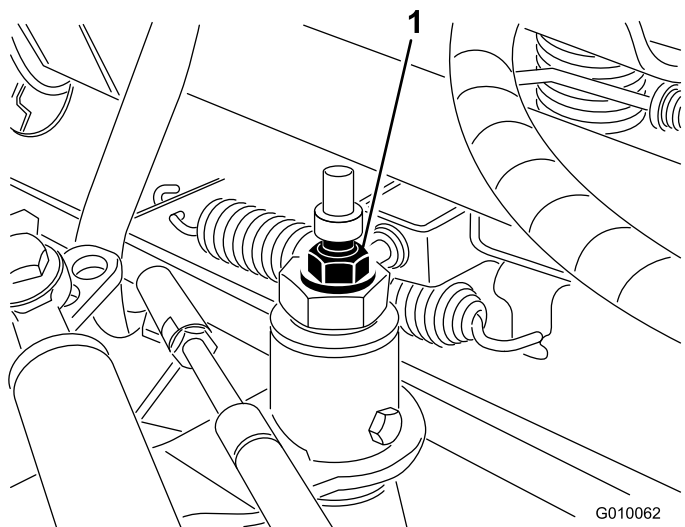

Figura 56
3. Desaperte a porca de bloqueio no excêntrico de tração (Figura 56).